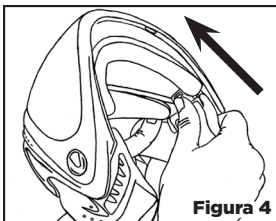

Figura 4
- 1 Los clips de retención color gris deben estar en la posición delantera antes de instalar la lente. [Ver Figura 4]